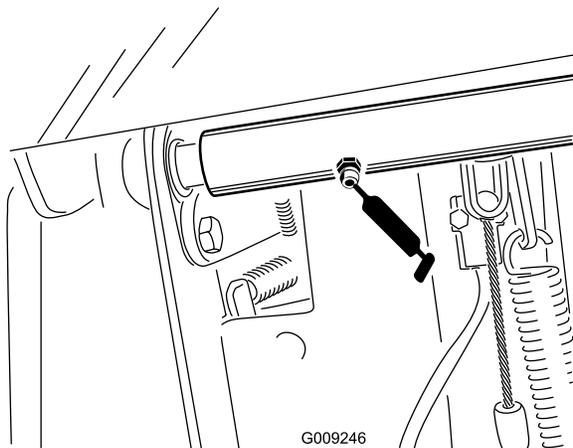

Figura 35
- 2 cuscinetti orientabili dell'albero del freno (Figura 35)